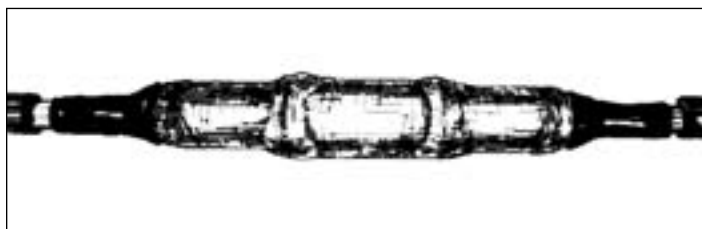

Рис. 4.27. - Муфта ГМСМ-40
**4.5.3.** На рис. 4.27 показана полностью смонтированная газонепроницаемая муфта ГМСМ-40.